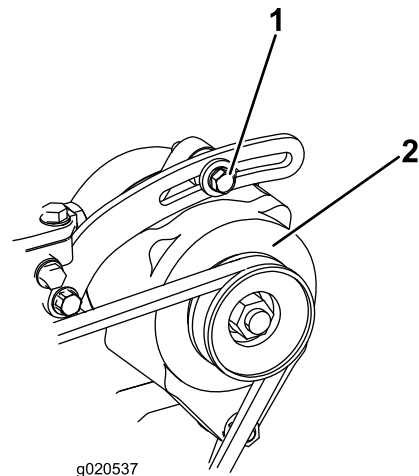

Bild 48
Prüfen Sie den Zustand und die Spannung der Treibriemen (Bild 48) alle 100 Betriebsstunden.
2. Lockern Sie bei einer Durchbiegung von mehr oder weniger als 10 mm die Befestigungsschrauben der Lichtmaschine (Bild 48). Erhöhen oder reduzieren Sie die Spannung des Lichtmaschinen-Treibriemens und ziehen Sie die Schrauben wieder fest. Prüfen Sie die Riemenspannung noch einmal auf korrekte Einstellung.